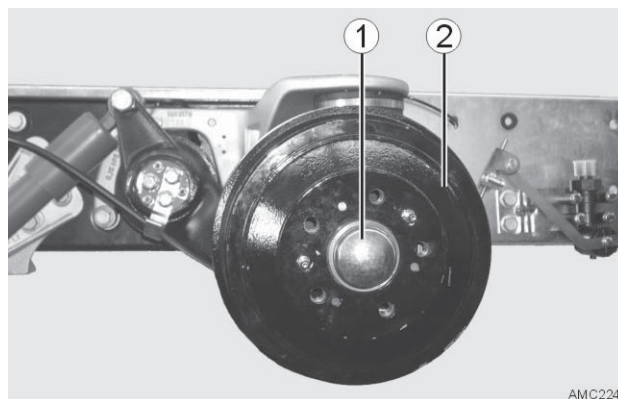

Bild 49
16. Fettkappe (Bild 49 - 2) abbauen
17. *Bremstrommel (Bild 49 - 2) gem. Montageanweisung des Basisfahrzeugherstellers abbauen.*